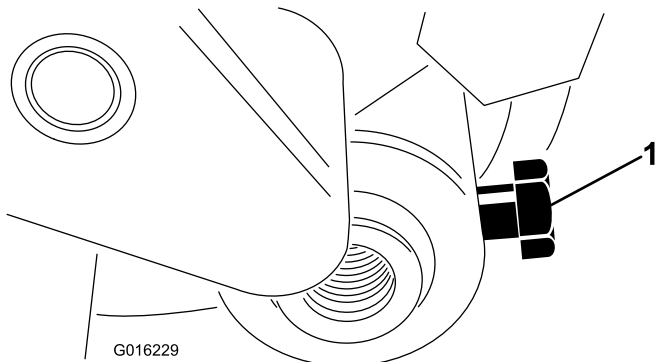

Рисунок 3
3. Отпустите болт крепления оси валика к рычагу высоты скашивания (Рисунок 3).